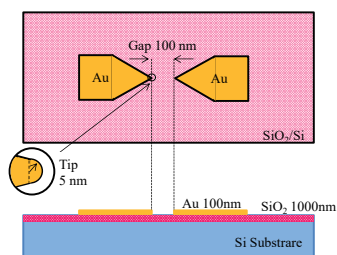
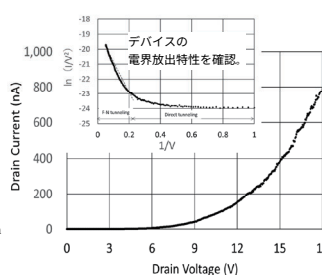
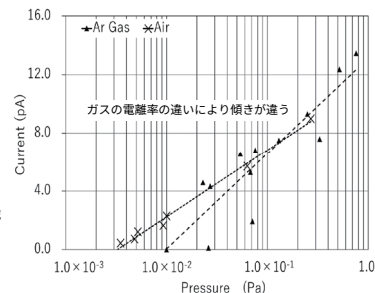

図1 デバイスの概略
図2 デバイスのIV特性
図4 アルゴンおよび空気の真空度と電極間電流
- 電極間150nmの微細構造を利用した真空度センサを開発(図1)
- $3 \times 10^{-3} \sim 8 \times 10^{-1}$ Paまで測定可能電離率の違いよりガス種を同定(図4)
- 電極間(図1)が超微細(100nm~150nm)であるため、真空度が高真空から低真空(図4)まで、電界放出が低電圧(図2)で可能
- 電離係数の違いによりガス種を同定できることから、ガスセンサとしての応用も可能(図4)